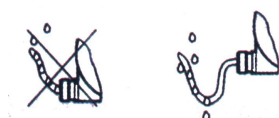

图 14
- 将防水接头拧紧，并保证线缆在进入防水接头之前必须向下压弯，以确保水汽不会顺着线缆进入壳体内（如图 14 所示）。